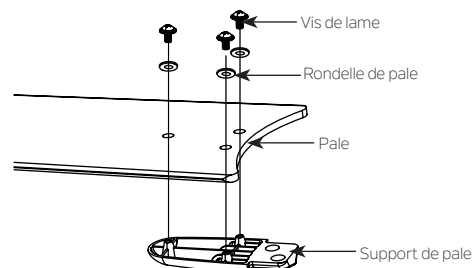

Fig. 19
Étape 1: Placer la pale sur le support de pale, s'assurer que le côté bas de la pale est correctement fixé contre le support de pale, serrer correctement la pale sur le support de pale à l'aide de trois (3) vis de pales et de rondelles. Répéter la même procédure pour les autres pales (Fig 19).